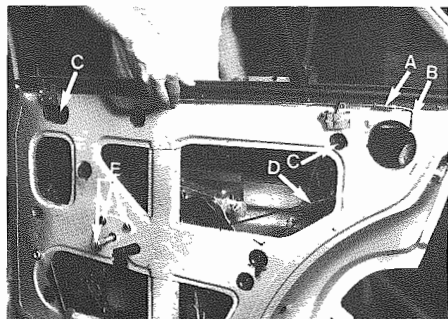

Fig. 17 - A - Registro tirante
- Estrarre i fermi sui terminali e smontare il tirante rinvio "sicura" e quello comando serratura (**Fig. 17**).
- Smontare il perno maniglia interna serratura (**Fig. 17**).
- Withdraw retainers on terminals and disassemble "safety" actuator rod to the control lock one (**Fig. 17**).
- Disassemble inner lock handle pin (**Fig. 17**).